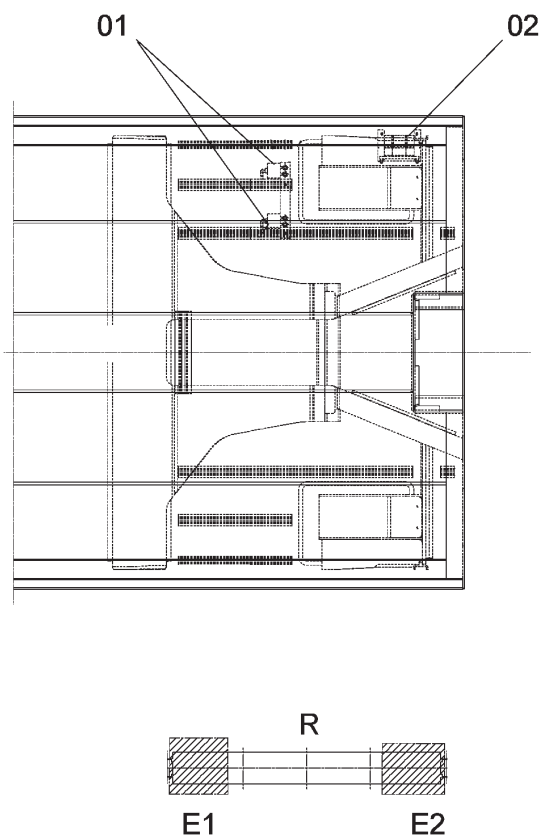

Figura 2-30. Coche Remolque R
- Coche Remolque R (figura 2-30).